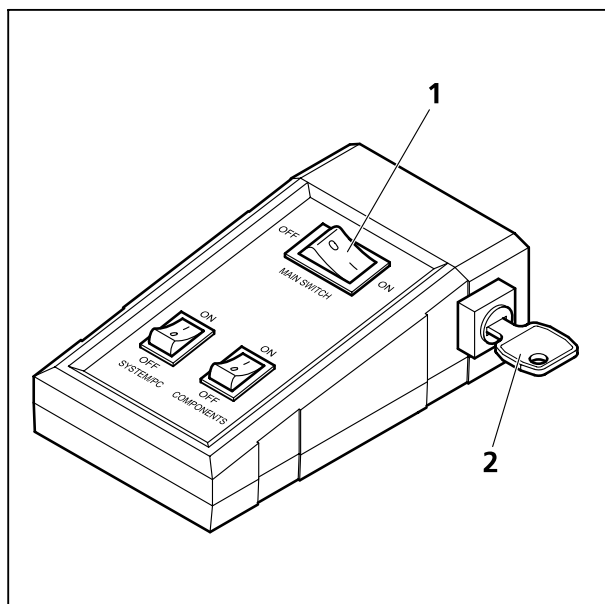

Fig. 1 Mando a distancia
- Conecte el interruptor general (Fig. 1/1) y el interruptor de llave (Fig. 1/2).